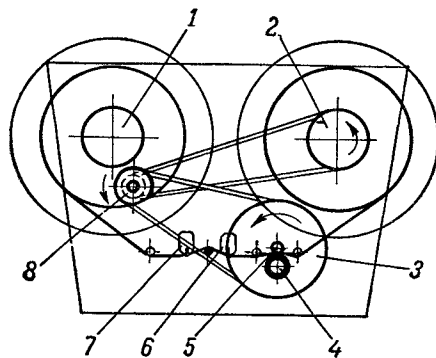

Рис. 25. Кинематическая схема лентопротяжного механизма.
**Лентопротяжный механизм.** Кинематическая схема лентопротяжного механизма приведена на рис. 25. Механизм приводится в движение синхронным электродвигателем типа ДВС-У1. Управление производится клавишным переключателем, связанным с механизмом тягами и рычагами управления.